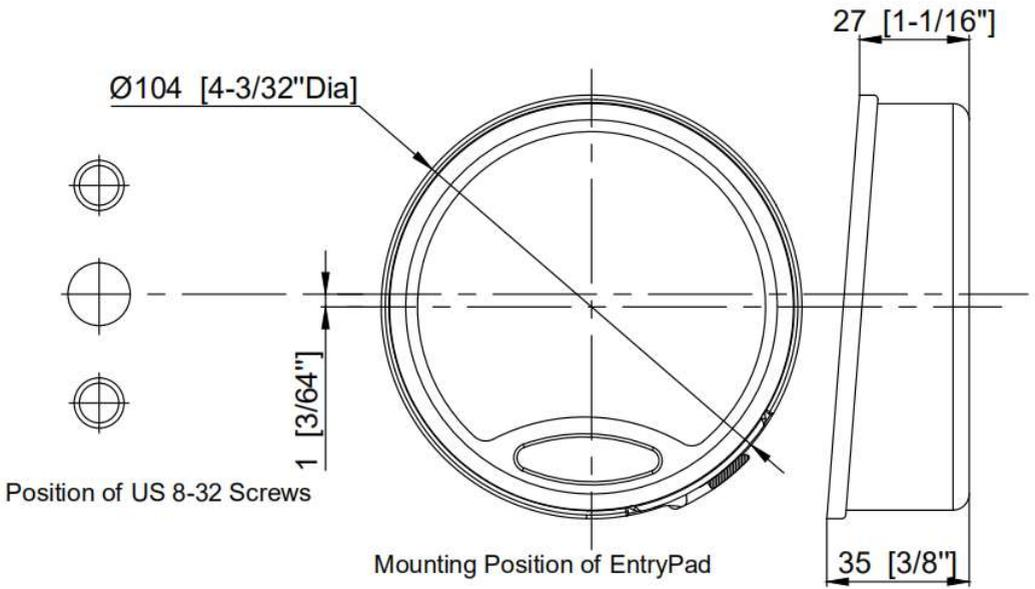

Abb. 4
- Alle Easthouse Eingabeeinheiten haben den gleichen Durchmesser von 104 mm. (Abb. 4)